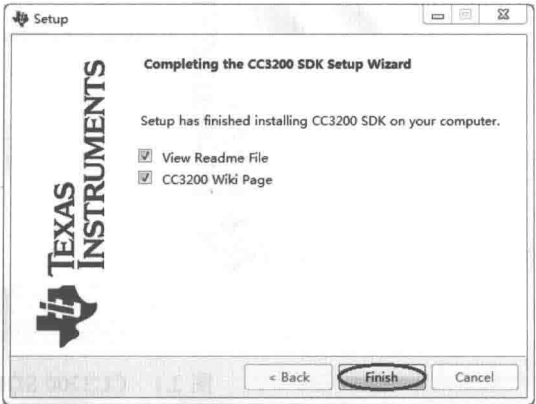

图 2.5 CC3200 SDK v1.1.0 安装完成
(5) 单击 “是” 按钮，安装 FTDI 驱动程序。FTDI 驱动程序安装完成后，如图 2.5 所示，安装完成。